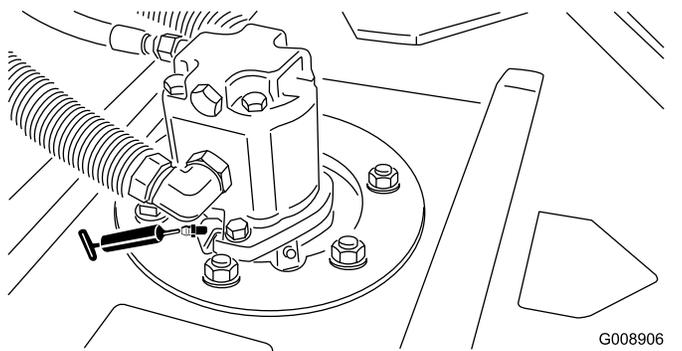

図 49
- カuttingユニットのスピンドルシャフトのベアリング各カuttingユニットに2ヶ所 図 49